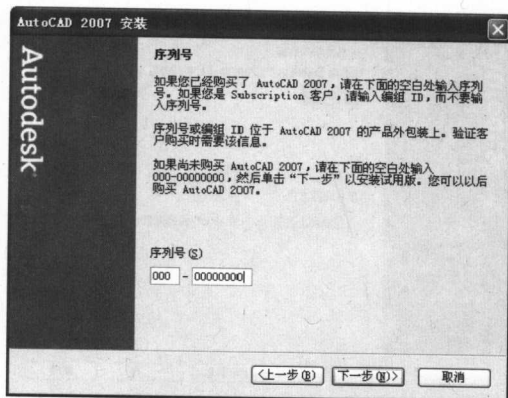

图 1-4 “序列号”对话框
(4) 在“序列号”对话框中，如图 1-4 所示，输入 AutoCAD 2007 安装 CD 盒上的序列号，然后单击【下一步】按钮。